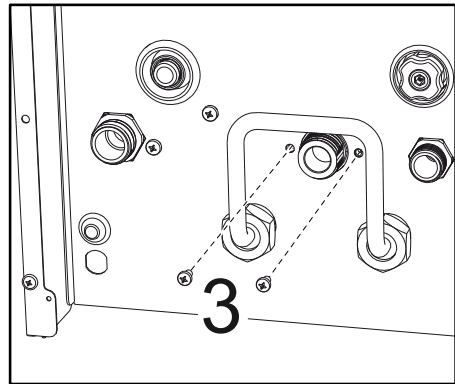

fig. 45
- Svitare le viti "3" (fig. 45)